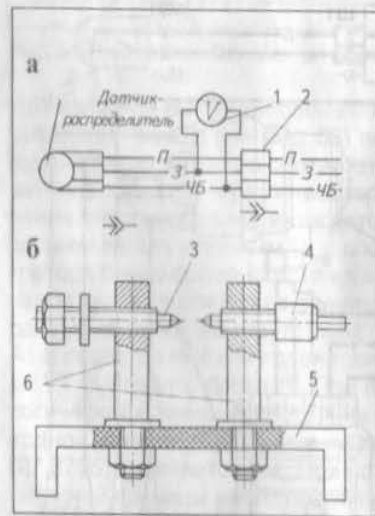

Рис. 58. Дополнительные устройства для проверки бесконтактной системы зажигания:
Во-первых, для проверки высоковольтной части системы нужно изготовить простейший разрядник (рис. 58, б) с зазором в 7-10 мм между электродами 3 и 4. Разрядник необходим для того, чтобы не дать выйти из строя электронике системы зажигания при проверке "на искру", что может произойти при зазорах между высоковольтными проводами и "массой" больше 10 мм. Кроме того, если держать высоковольтные провода руками, не избежать неприятных ощущений в момент искрообразования, поскольку энергия искры в этой систе-
Во-вторых, для проверки цепей системы целесообразно использовать тестер. Контрольную лампу применять не рекомендуется — если при проверке контактных соединений и работоспособности коммутатора ею можно пользоваться, то диагностирование датчика-распределителя при помощи контрольной лампы недопустимо, поскольку ее малое внутреннее сопротивление может быть причиной выхода из строя датчика. Тестер в большинстве случаев используют в режиме вольтметра постоянного тока (V), и только при проверке первичной обмотки катушки зажигания и резистора ротора распределителя тестер переключается в режим омметра (O). Можно, кроме того, сделать переходной разъем с вольтметром для проверки датчика-распределителя (рис. 58, а).
В автомобилях АЗЛК-2141, -21412 двигатель может не запускаться из-за следующих неисправностей в бесконтактной системе зажигания: обрыв или короткое замыкание в первичной цепи; отказы датчика-распределителя, коммутатора или катушки зажигания; неправильное присоединение проводов к свечам; загрязнение или повреждение крышки и ротора распределителя; замасливание и загрязнение высоковольтных проводов; замасливание или повреждение свечей; неправильная установка момента зажигания. Неисправность найдите по схеме, приведенной на рис. 59. Для этого потребуются контрольная лампа, щупы для проверки зазоров в свечах зажигания, стробоскоп, переходный разъем с вольтметром (см. рис. 58, а) и разрядник (см. рис. 58, б).